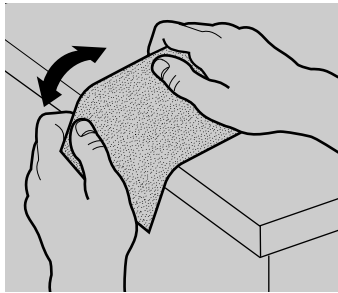

FIG. 1
1. Ramollir le papier abrasif en le frottant contre un rebord à 90° d'une table ou de tout autre angle droit, comme l'illustre la figure 1, il faut surtout ramollir les côtés du papier à insérer dans les pinces de la ponceuse.